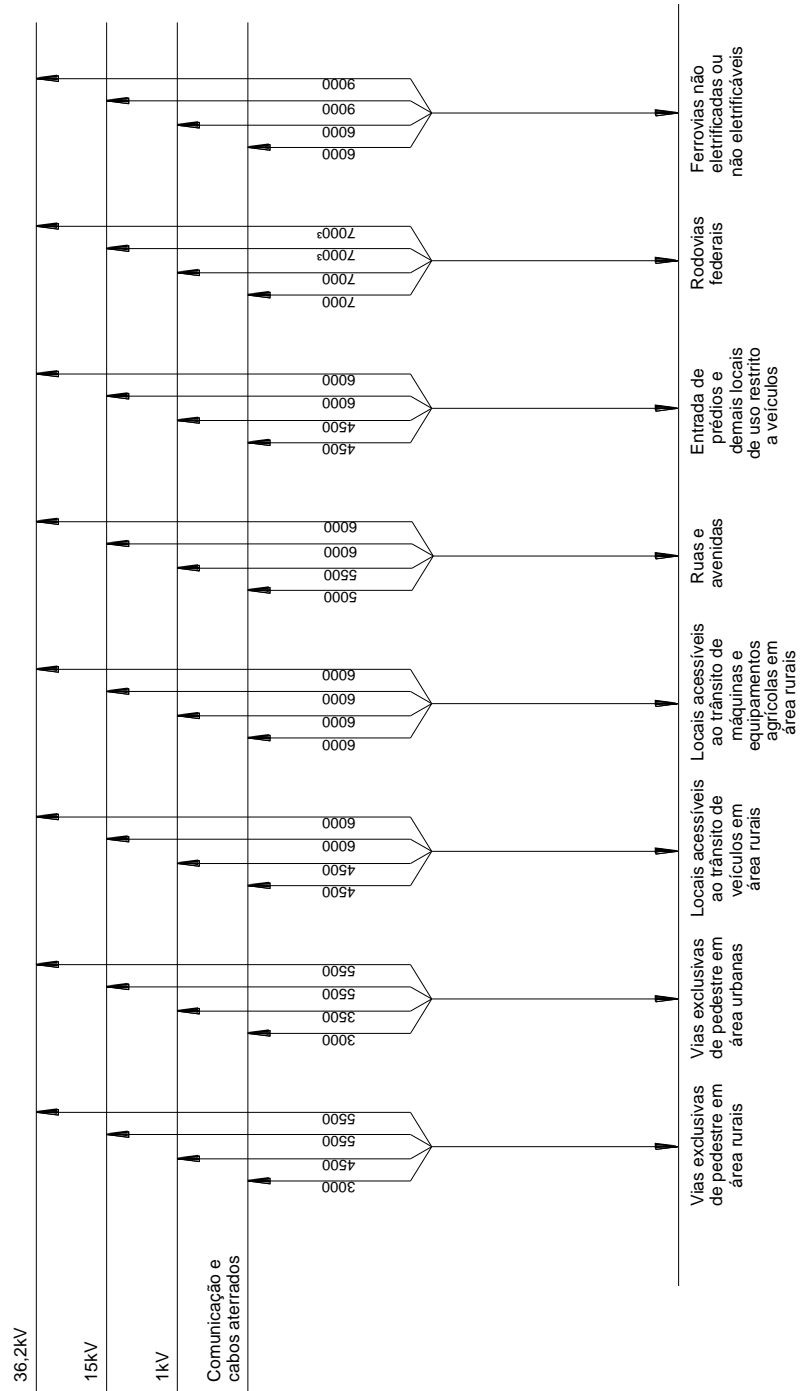

Figura 4 – Afastamentos mínimos – Condutor ao solo
Os comprimentos mínimos dos postes utilizados são de 9 metros para rede de distribuição secundária e de 10 metros para rede de distribuição primária nua. Devem ser levadas em consideração as distâncias mínimas exigidas entre o condutor e o solo, conforme Figura 4 e Tabela 4.
2. A altura mínima h corresponde a flecha máxima e é indicada na Tabela 4 e Figura 4.
1. A altura h corresponde a flecha máxima, conforme Figura 4 e Tabela 4;